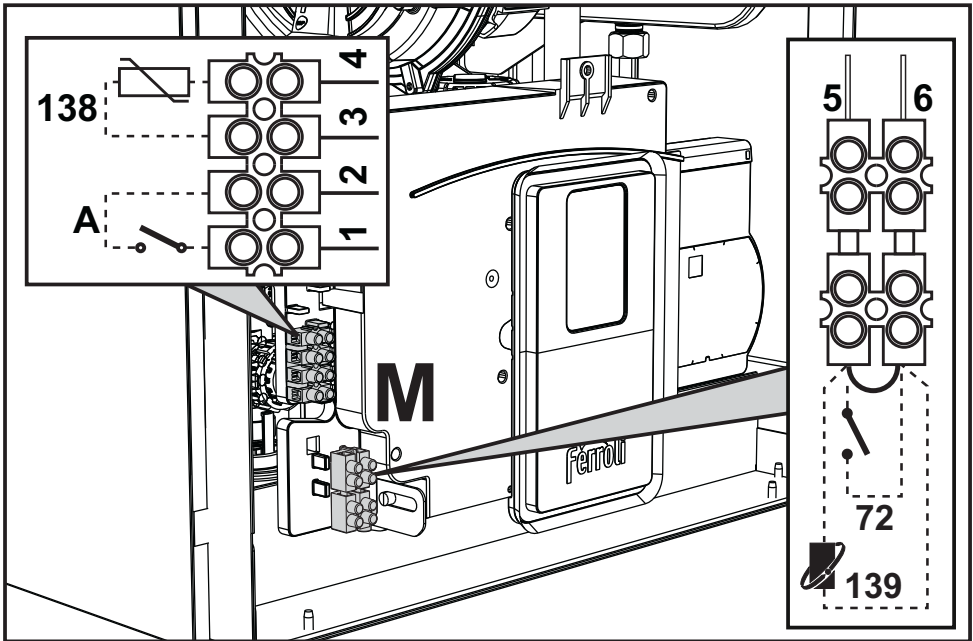

рис. 28
После снятия передней панели (***) 'Открытие передней панели' on page 35 (***) можно получить доступ к клеммным колодкам (М) и предохранителю (F), следуя инструкциям, описанным ниже (и рис. 28). Клеммы, указанные в рис. 28, должны иметь чистые контакты (не 230 В). Расположение зажимов и их назначение показаны также на электрической схеме на рис. 63.
Конфигурация выключателя ON/OFF (А рис. 28)